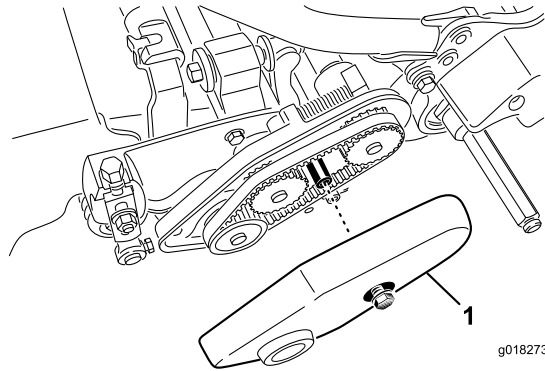

図 42
2. ベルトカバーを固定しているフランジボルトをゆるめてベルトカバーを外し、ベルトを露出させる(図 42)。